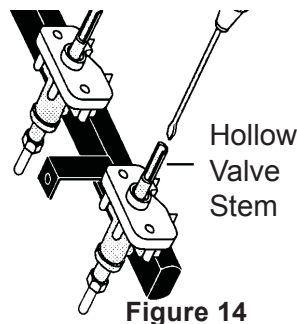

Figure 14
- Insérez un tournevis à pointe fine dans la tige creuse du robinet et insérez dans la tête de la vis. La hauteur de la flamme peut être augmentée ou diminuée en tournant la vis. Tournez la vis dans le sens anti-horaire pour augmenter la dimension de la flamme. Tournez la vis dans le sens horaire pour diminuer la dimension de la flamme (Figure 14).